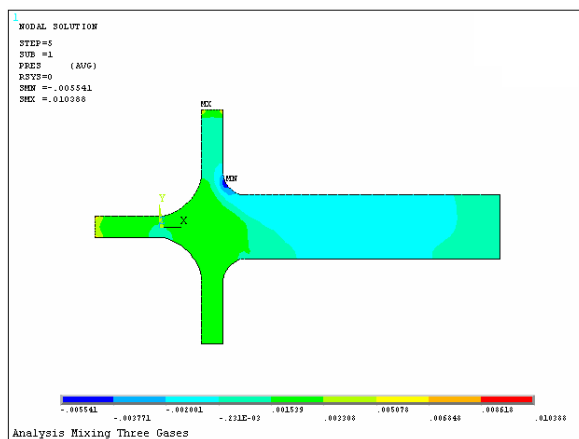

图 10-105 压力场分布等值线图
④在“Item to be contoured”列表中, 选择 Nodal Solution→DOF Solution→Pressure, 单击“OK”按钮, ANSYS 窗口将显示如图 10-105 所示的压力场分布等值线图。